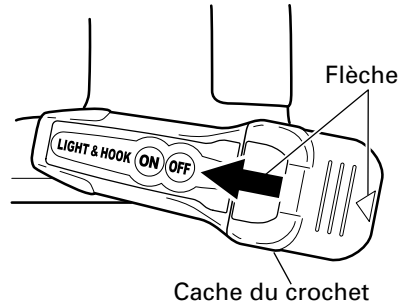

Fig. 14
Retirer le cache du crochet en appuyant dessus dans le sens de la flèche. (Fig. 14)
- (3) Aligner la découpe du corps principal du crochet sur la saillie du cache du crochet, appuyer sur le cache du crochet dans le sens contraire à celui de la flèche de la Fig 14, puis resserrer la vis. Utiliser des piles AAAA (1.5 V) en vente dans le commerce.